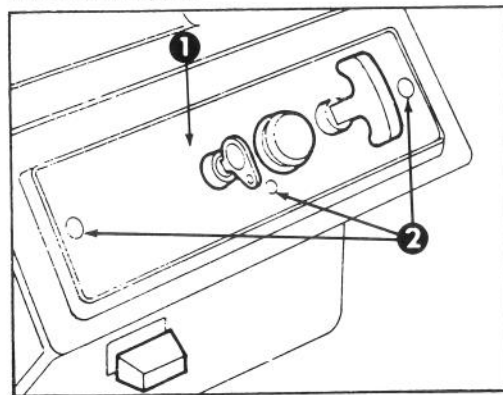

Figure 15
REEMPLACEMENT DE LA BOUGIE (Fig. 15, 16, et 17)
1. **ENLEVEMENT DU TABLEAU DE COMMANDE** (Fig. 15) — Enlevez les trois (3) vis à tête assujettissant le tableau de commande sur le logement. Enlevez la clé d'allumage et soulevez le tableau, le laissant pendre sur la corde de rappel.